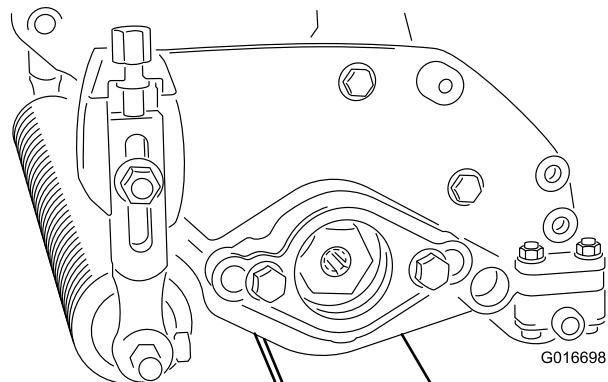

Рисунок 8
2. Поместите измерительную планку, обеспечивающую необходимую высоту ножей над уровнем грунта, с обеих сторон блока-скрификатора (Рисунок 8).